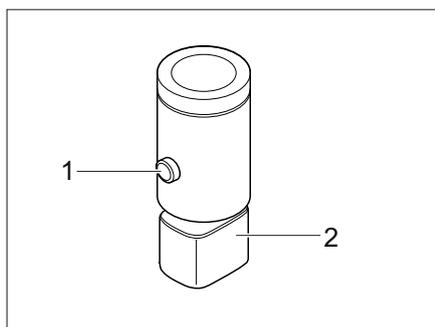

Fig. 55 Spot DEL (exemple)
- Appuyer sur l'interrupteur (Fig. 55,1).
- Appuyer à nouveau sur l'interrupteur (Fig. 55,1).
- Saisir le support du spot (Fig. 55,2) et le faire pivoter de 90°.
- Insérer le spot à LED à l'emplacement souhaité dans le rail et faire pivoter le support (Fig. 55,2) de 90°.